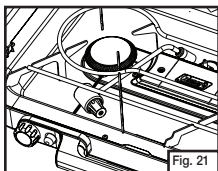

Fig. 21
- Para almacenaje o transporte, el regulador puede ser colocado debajo de la parrilla. (Fig. 21)